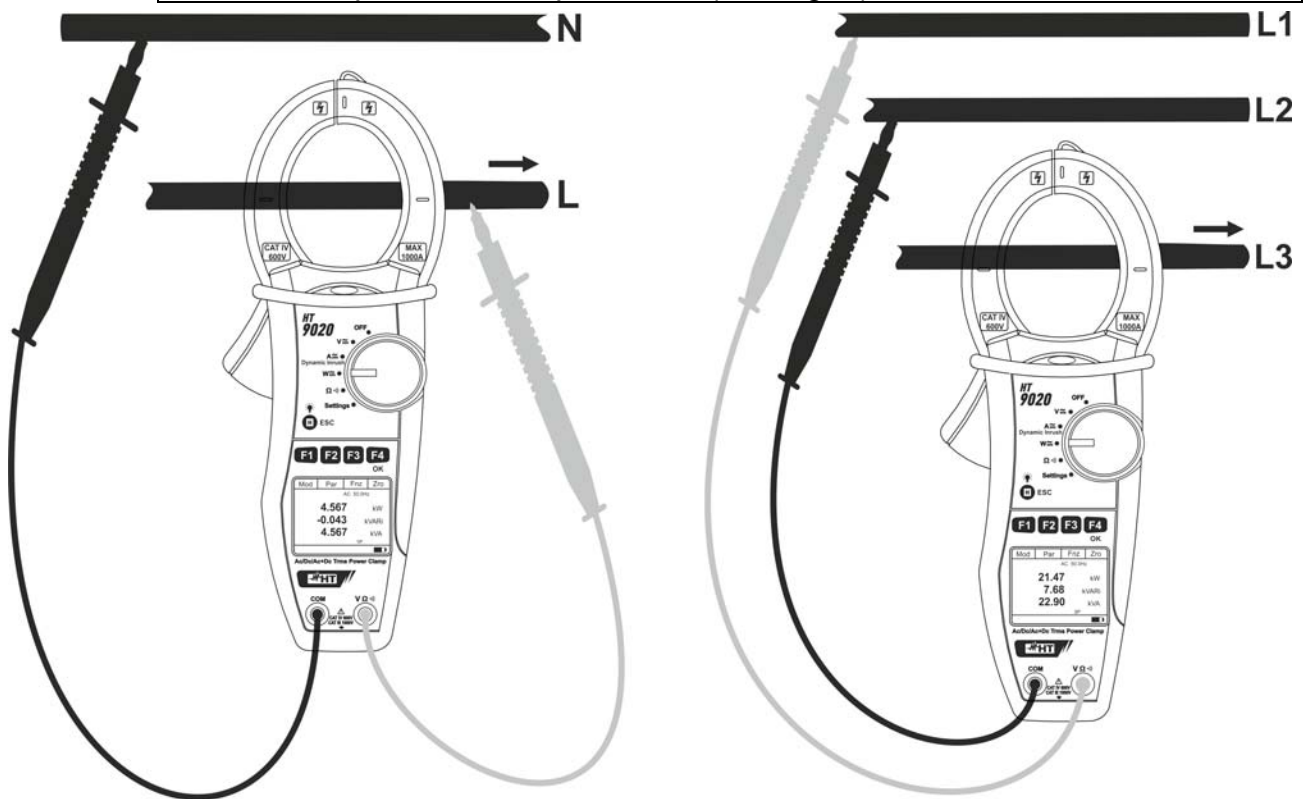

Fig. 12: Medida de potencias CA/CA+CC en sistemas Monofásicos y Trifásico equilibrado
5. Inserte el cable rojo en el terminal de entrada **VΩ⁽¹⁾** y el cable negro en el terminal de entrada **COM** y realice las conexiones del instrumento como indicado en Fig. 12 en función del tipo de medida. Inserte el cable en el interior del toroidal respetando la dirección de la corriente indicada por la flecha en el centro del mismo a fin de obtener medidas precisas. Utilice las marcas presentes como referencia (vea Fig. 2)